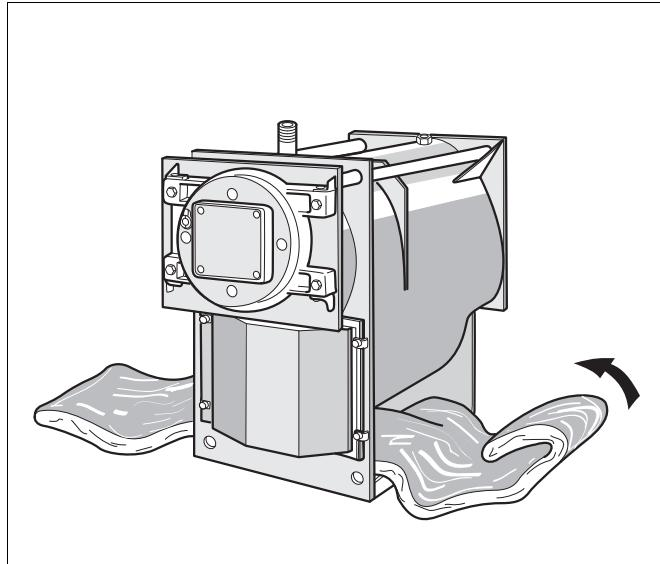

Рис. 7 Протягивание теплоизоляционного матта под котлом
- Протяните теплоизоляционный мат под котлом (рис. 7).